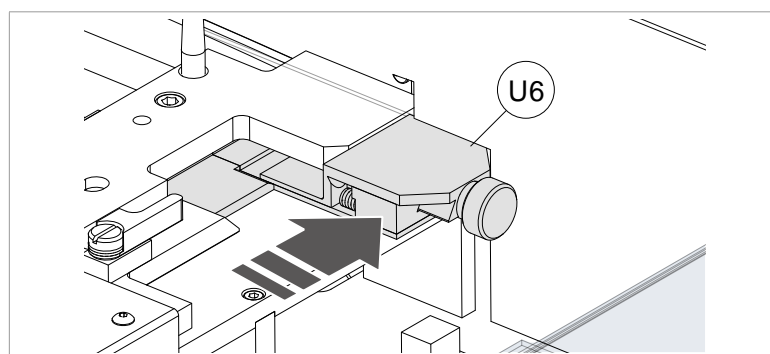

Fig. 134
- 17) Open het luikje en breng het plaatje van de aanvoerder volledig tegen de transferrobot, tot tegen de aanslag (Fig. 134).